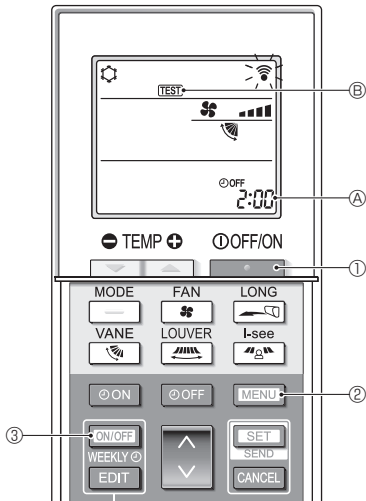

Fig. 7-5
7.2.2. Сымсыз қашықтан басқару пультін пайдалану (Fig. 7-5)
- Кондиционерді тоқтату үшін [ON/OFF] түймесін ① басыңыз.
- Егер апталық таймер қосылса ([WEEKLY] қосулы), оны өшіру үшін [ON/OFF WEEKLY] түймесін ③ басыңыз ([WEEKLY] өшірулі).
- [MENU] түймесін ②-5 секундқа басыңыз.
- [MENU] түймесін ② басыңыз.
- [TEST] ④ қосылып, құрылғы сынақты жүргізу режиміне ауысады.